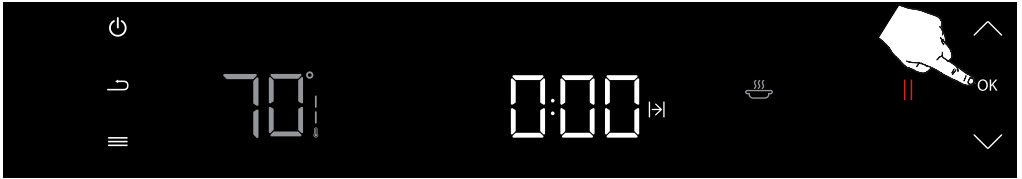

Abbildung 55
Drücken Sie die Bestätigungstaste (OK) einmal, um die Temperatureauswahl zu bestätigen. (siehe Abbildung 55)